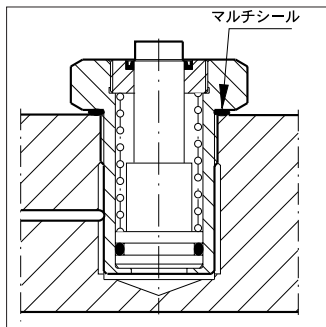

図 1a ミ CSM シリンダ シーリングのサイズ
CST モデルはシングル動作でバネによって戻ります。オイル ポートは、シリンダの底部にあります。CDT モデルはダブル動作で、油圧で戻ります。オイル ポートは、シリンダの底部にあります。オイル ポートの仕様はモデル番号で識別します (表 A 参照)。CSMモデルはシングル動作でバネによって戻ります。シールは CSM 型シリンダには付属しており、シリンダとマニホールドの間に正しく取り付けられて密閉して取り付けます。(図 1a および 1b を参照)
2. 組み立て前にシールを潤滑します。(図 1a および 1b を参照)